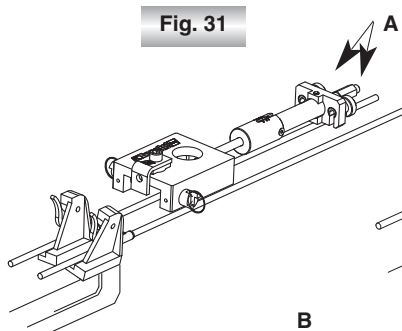

Fig. 31
- 2) Posizionare un fermacavo TIRVIT T2 su ogni cavo contro la testa dell'ancoraggio d'estremità, come indicato alla Fig. 31 (fare attenzione al senso del posizionamento : il piatto del fermacavo deve essere in appoggio contro la testa dell'ancoraggio. Nel senso inverso non sarebbe possibile trattenere il cavo).
N.B : Prima di posizionare l'attrezzo di messa in tensione, Fig 31.
- 4) Posizionare l'attrezzo di messa in tensione Tractel codice 027988 (vedi Fig 31) sulla testa del raccordo dissipatore dopo avervi montato l'adattatore travflex (spinotto di posizionamento) Travflex codice 067538 (vedi Figura 4 pag. 11). Posizionare i cavi nell'attrezzo come indicato alla Fig. 31, con le scanalature delle viti scanalate (dettaglio A Fig 31) poste sui cavi.